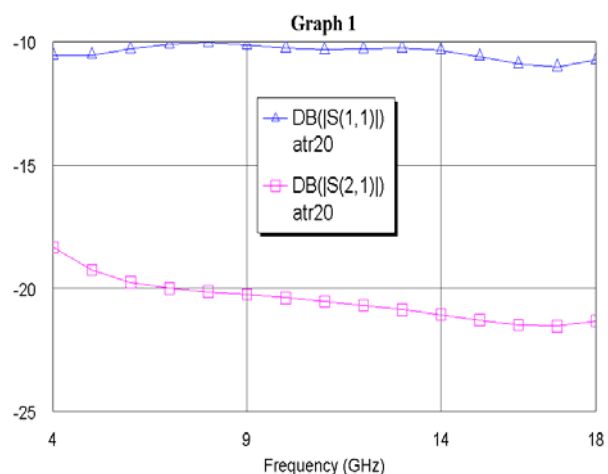

Рис. 3.42
6. Щёлкните левой кнопкой мышки по значку **Analyze** на панели инструментов. Результаты анализа отображаются на графике рис.3.42.